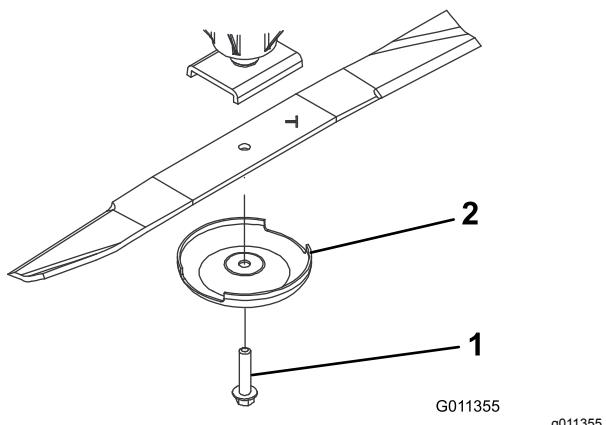

図 102
3. スピンドルのシャフトからブレードボルト、芝削り防止カップ、ブレードを取り外す図102。